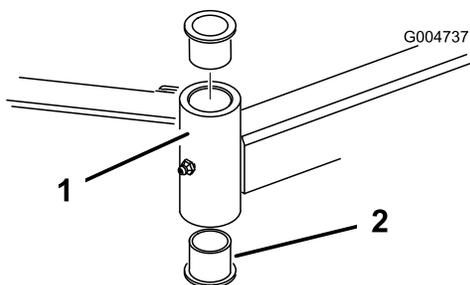

Figure 78
4. Insérez un chasse-goupille dans le haut ou le bas du tube de montage et chassez la bague hors du tube (Figure 78). Chassez ensuite l'autre bague. Nettoyez l'intérieur des tubes de montage.